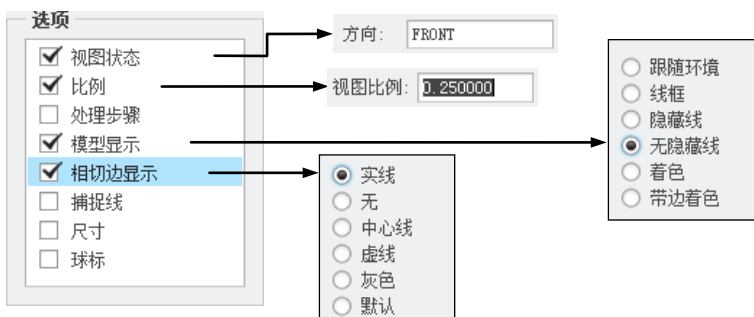

图 9.1.5 修改模板视图指令
(2) 修改模板视图指令，如图 9.1.5 所示。
① 修改名称：为“FRONT”，在 **类型** 下拉列表选取 **常规** 选项。
② 在 **选项** 区域中选中 ☒ **视图状态** 复选框，在 **值** 区域的 **方向** 文本框中输入视图方向名称“FRONT”。
③ 在 **选项** 区域中选中 ☒ **比例** 复选框，在 **值** 区域中设置视图比例值为 0.25。
④ 在 **选项** 区域中选中 ☒ **模型显示** 复选框，在 **值** 区域中选中 ☒ **无隐藏线** 单选项。
⑤ 在 **选项** 区域中选中 ☒ **相切边显示** 复选框，在 **值** 区域中选中 ☒ **实线** 单选项，即以实线显示切边。